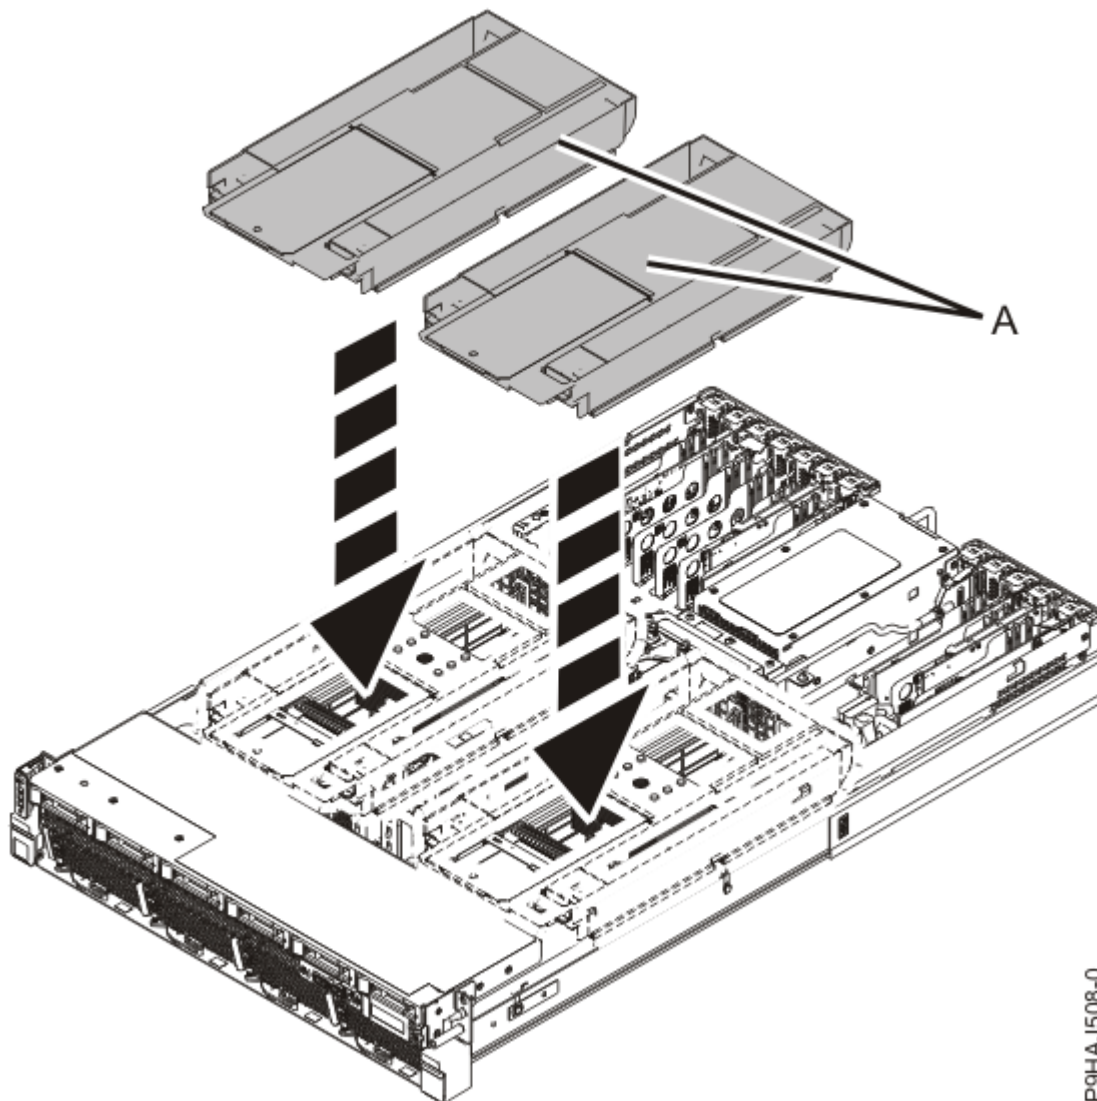

図 42. エア・バッフルの取り替え
7. 各エア・バッフル (A) をまっすぐ下げて元の場所に戻し、シャーシに入れます。
- 46 ページの図 42 を参照してください。エア・バッフルを裏返すときに、取り外し可能なドライブ・カバーを、緩まないように保持します。